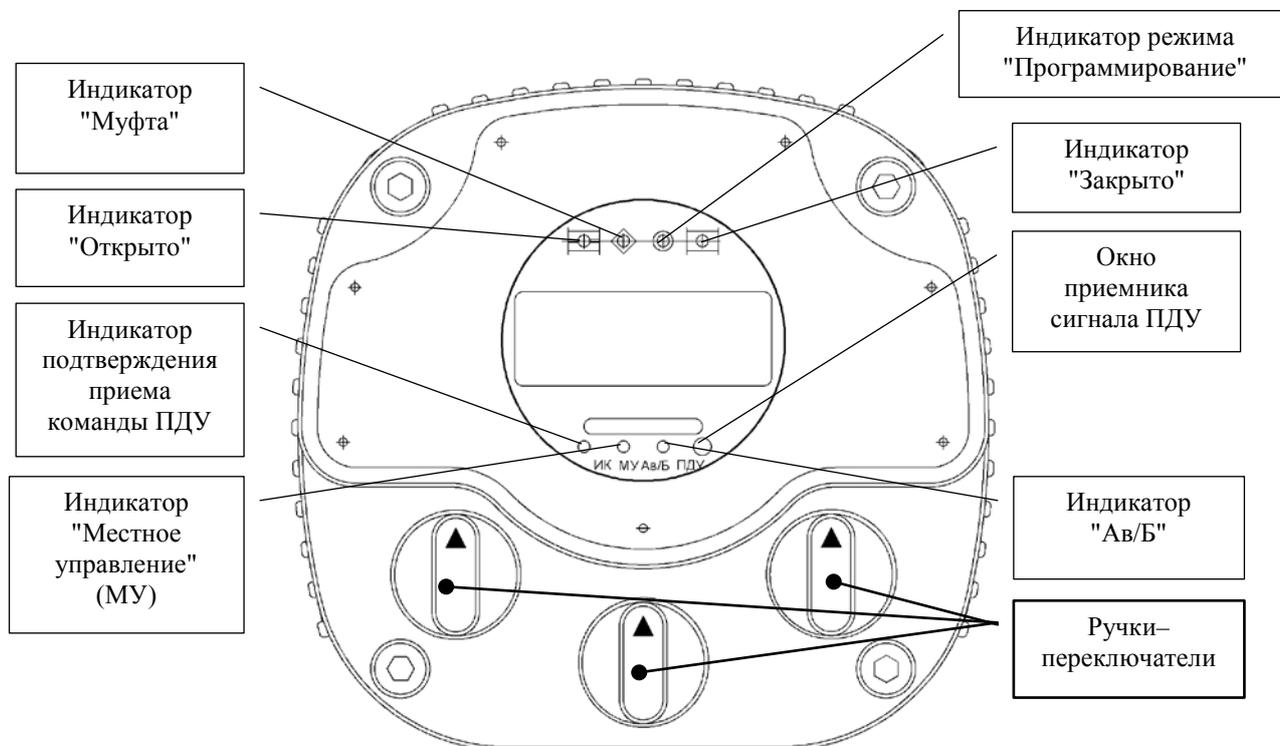

Рисунок 2 – Внешний вид ПМУ
1.6.2.5 На ПМУ ЭРА-10 размещены следующие органы индикации и управления (см. рисунок 2):